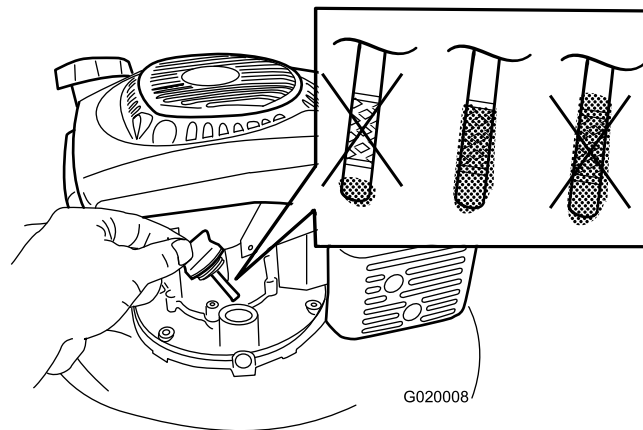

Figure 9
1. Retirez la jauge, essuyez-la sur un chiffon propre puis remettez-la dans le goulot de remplissage, **sans la visser** (Figure 9).
2. Ressortez la jauge et contrôlez le niveau d'huile (Figure 9). Si le niveau n'atteint pas le repère minimum (Add) sur la jauge, versez **lentement** une quantité d'huile suffisante dans le goulot de remplissage pour faire monter le niveau jusqu'au repère maximum (Full). **Ne remplissez pas excessivement.** (Remplissage max. : 0,65 l (22 oz), type : huile détergente SAE 30 de classe de service API SJ, SL ou supérieure.)